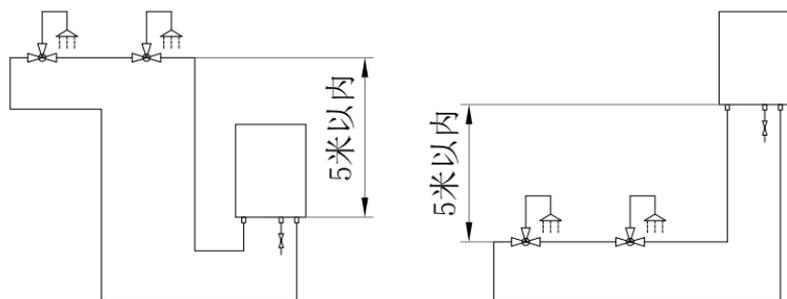

图4.12
- 从燃气热水器出口到末端热水龙头处的循环配管的高低落差应在 5 米以内（如上图 4.12）。